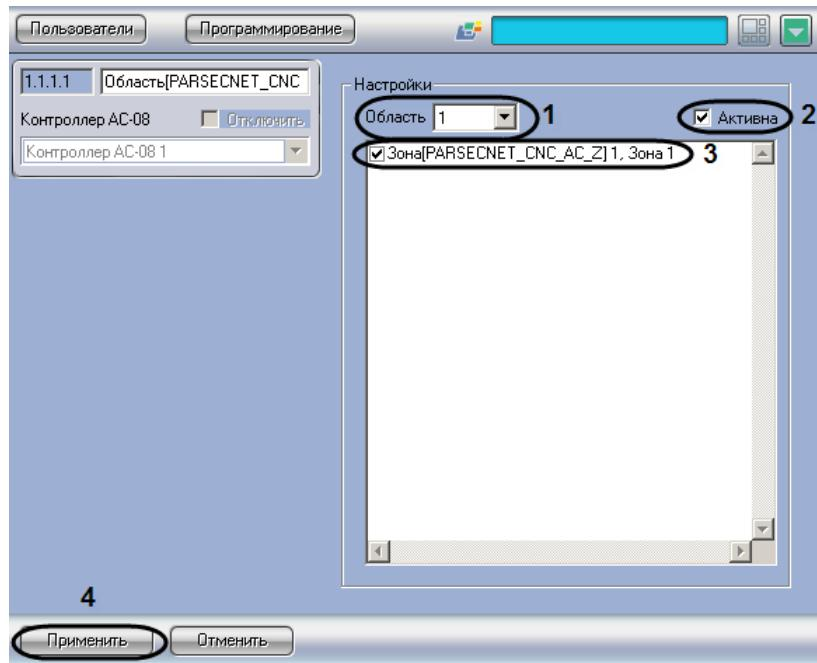

Рис. 3.5—11 Панель настроек объекта Область
2. Из раскрывающего списка **Область** выбрать порядковый номер охранной области, в которой находится список принадлежащих ей охранных зон (см. Рис. 3.5—11, 1).
3. Для активации охранной зоны необходимо установить флагок **Активна** (см. Рис. 3.5—11, 2).